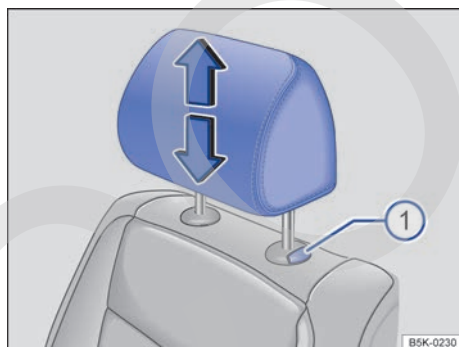
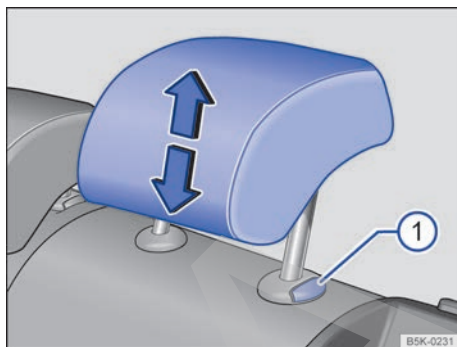

Fig. 74 Ajuste de los apoyacabezas delanteros.
Fig. 75 Ajuste de los apoyacabezas traseros.
- Desplace el apoyacabezas en el sentido de una de las flechas: o bien hacia arriba, o bien hacia abajo a la vez que presiona la tecla → fig. 74 ① o → fig. 75 ① → ⚠ en *Introducción al tema* de la pág. 92.